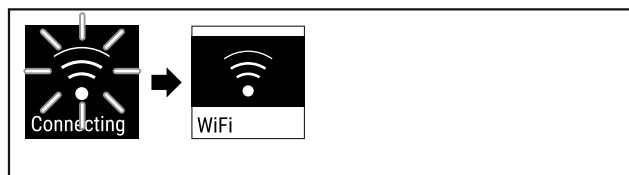

Fig. 86
- ▶ Соединение устанавливается (см. Fig. 86).